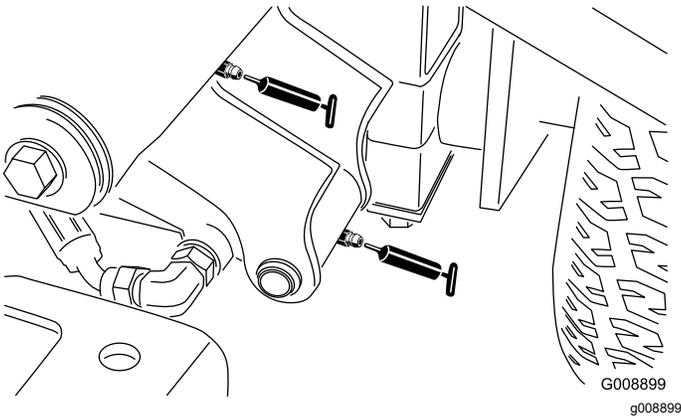

Figura 61
- Pivô do braço de elevação e cilindro de elevação dianteiros à esquerda (2 guarnições —Figura 61)